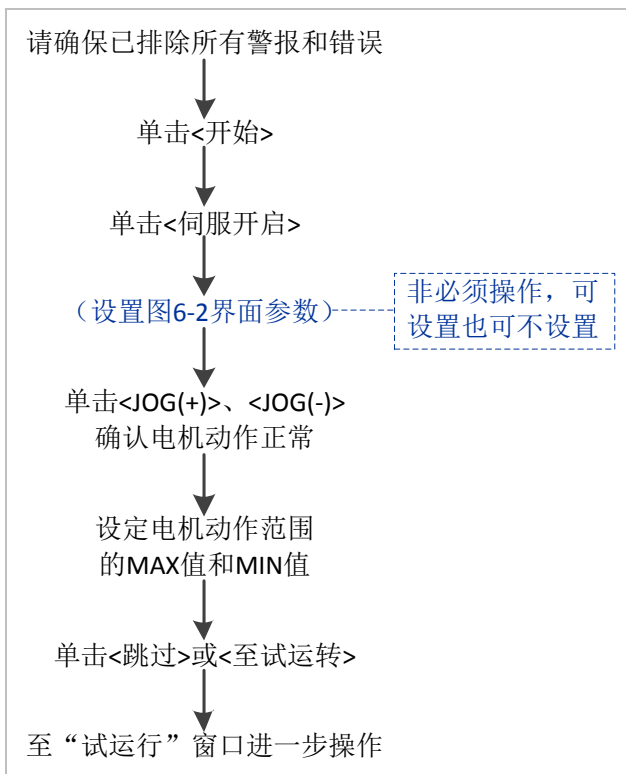

图 6-1 运行范围设置窗口-1
点击<试运行>，打开运行范围设置窗口，如图 6-1 所示。
1. 单击<试运行>，打开运行范围设置窗口，如图 6-1 所示。